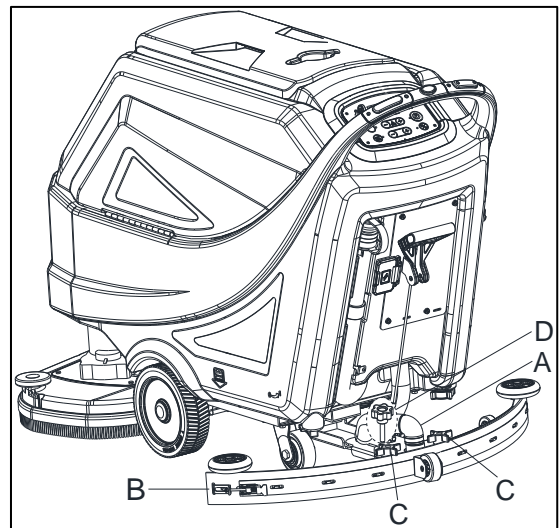
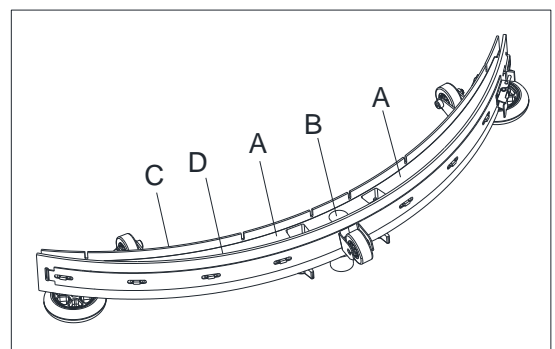
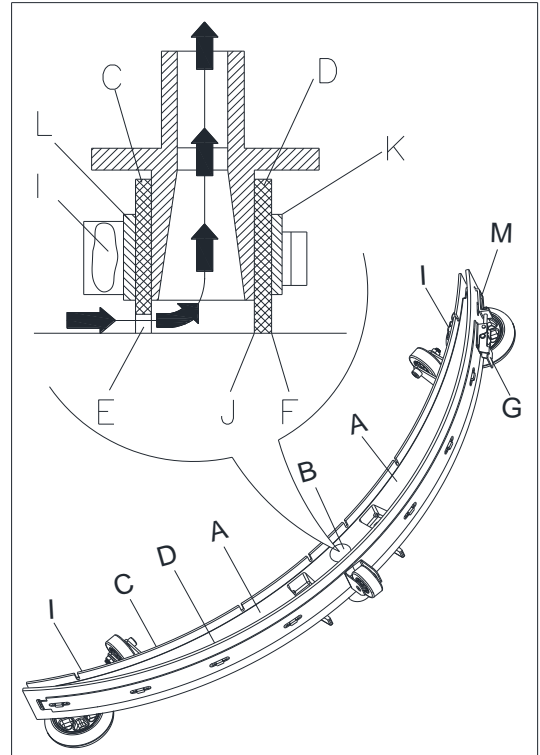

Abbildung 24
Abbildung 25
Abbildung 26
4. Lockern Sie die Knöpfe (C, Abb. 24) und bauen Sie den Abziehgummi aus (B).
5. Trennen Sie den Vakuumschlauch (A) vom Abziehgummi.
6. Reinigen Sie den Abziehgummi aus Aluminium oder Stahl (Abb. 25). Reinigen Sie die Abteile (A) und insbesondere das Loch (B). Überprüfen Sie vordere Sauglippe (C) und die hintere Sauglippe (D) auf Integrität, Schnitte und Risse. Ersetzen sie diese (siehe die Vorgehensweise im nachfolgenden Paragraphen).
2. Vergewissern Sie sich, dass die Kanten (E, Abbildung 26) des vorderen Blatts (C) und die Kanten (F) des hinteren Blatts (D) auf gleicher Ebene liegen, entlang ihrer Länge. Passen Sie deren Höhe nach dem folgenden Verfahren an, falls erforderlich:
- Entfernen Sie die Verbindungsstange (G), lösen Sie die Befestigungselemente (M) und passen Sie die hintere Sauglippe (D) an, dann legen Sie die Befestigungselemente (M) ein und installieren Sie die Verbindungsstange (G).
- Lösen Sie die Knöpfe (I) und passen die vordere Sauglippe (C) an. Ziehen Sie dann die Knöpfe fest an.
3. Überprüfen Sie die vordere (C) und hintere (D) Sauglippe auf Verschleiß, Schnitte und Risse. Ersetzen sie diese nachfolgender Vorgehensweise, falls erforderlich. Überprüfen Sie, ob die vordere Kante (J) des hinteren (D) nicht abgenutzt ist. Drehen Sie die Sauglippe um, um die abgenutzte Kante mit einer ganzheitlich abschließenden zu ersetzen, falls erforderlich. Falls die anderen Kanten ebenfalls abgenutzt sind, ersetzen Sie diese nach der folgenden Vorgehensweise:
- Entfernen Sie die Verbindungsstange (G), lösen Sie die Befestigungselemente (M) und entfernen Sie die Halteleiste (K), ersetzen Sie dann die hintere Sauglippe (D). Montieren Sie in umgekehrter Reihenfolge der Demontage.
- Schrauben Sie die Knöpfe (I) ab und entfernen die Halteleiste (L), ersetzen Sie dann das vordere Blatt (C). Montieren Sie das Blatt in umgekehrter Reihenfolge der Demontage. Nach dem Blattwechsel (oder Umkippen), passen Sie die Höhe an, wie im vorherigen Schritt gezeigt.
4. Sie den Vakuumschlauch (A, Abbildung 24) mit dem Abziehgummi.
5. Installieren Sie den Abziehgummi (B) und verschrauben Sie die Knöpfe (C).
6. Falls erforderlich, passen Sie den Balance-Einstellknopf der Saugleiste (D) an.